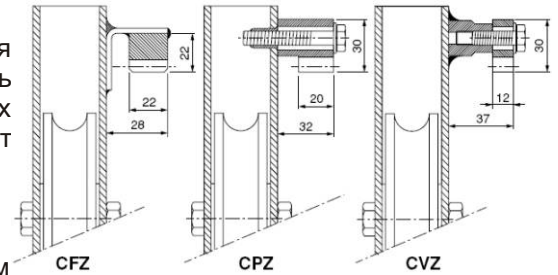

рис.15
17.1. Модель CFZ (рис. 15)
При соединении линеек рекомендуем использовать кусок линейки как шаблон (см. рис. 15, 16), чтобы сохранить точный шаг по всей длине линейки.
17.2. Модель CVZ (рис. 15)